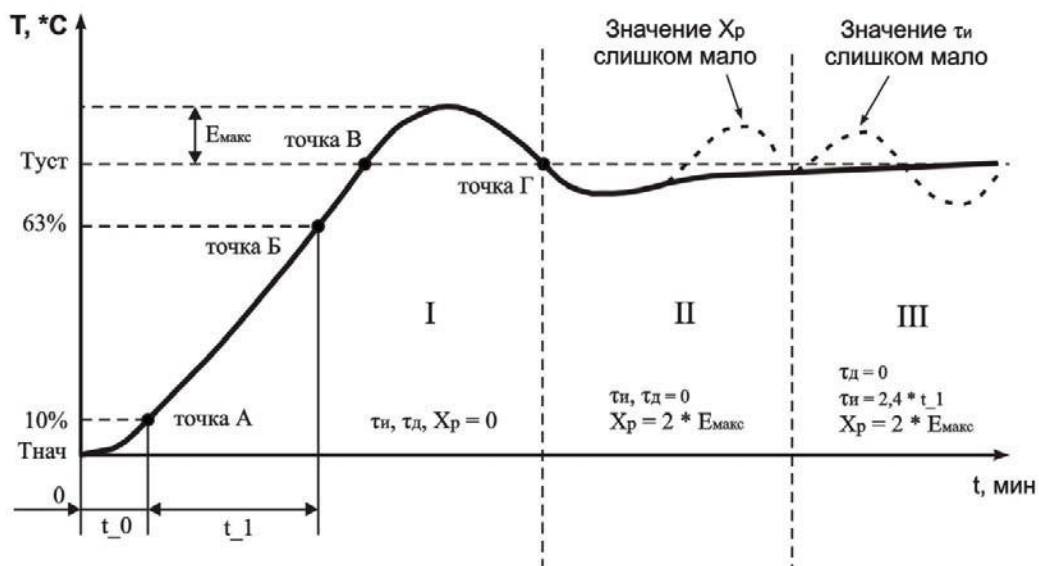

Рисунок 6.1 Ручная настройка ПИД-регулятора
7.2.5.2.3 Установить значение параметра $cH1 = 3$ ($cH2$, $cH3$, $cH4$). После нажатия кнопки **ВВОД**, на индикаторе отобразится мигающая надпись “P d” с соответствующим индикатором номера настраиваемого канала в течении времени 10 сек (время может меняться в зависимости от установленного времени фильтра $Ft1$, $Ft2$, $Ft3$, $Ft4$). По окончании времени регулятор выдаст непрерывный максимальный выходной сигнал и на дисплее отобразится текущая температура с точкой в младшем разряде “xxx.”. В результате чего выходное реле нагрузки будет включено до тех пор, пока не будет достигнута величина температуры равная SP ($T_{уст}$). После выключения реле нагрузки (стадия I, точка B на рисунке 6.1) некоторое время температура по инерции будет продолжать увеличиваться. Как только контролируемая температура опустится ниже SP ($T_{уст}$), процесс автонастройки заканчивается (точка Г рисунок 6.1), на дисплее отображается непрерывная надпись “P d”. TR-101 вычисляет коэффициенты ПИД регулятора: полосу пропорциональности K_p , постоянную времени интегрирования $T_{ин}$, постоянную времени дифференцирования T_d . После окончания автонастройки необходимо нажатием кнопки **МЕНЮ** перевести прибор в режим программирования, в котором можно посмотреть и скорректировать полученные значения коэффициентов.
7.2.5.3.6 Измерить максимальное значение перерегулирования между точками B и Г (E_{max}. рисунок 6.1).